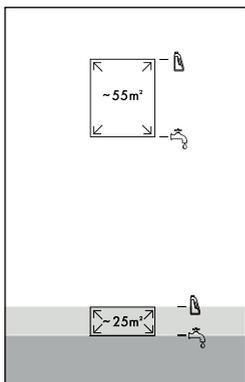

Fig. 8
- ◆ Pour de petites surfaces  (jusqu'à 25 m²), remplissez de l'eau du robinet ou de l'eau distillée jusqu'au premier repère de niveau de remplissage  dans le réservoir d'eau fraîche ❶ (voir fig. 8).
- ◆ Pour de petites surfaces  (jusqu'à 25 m²), remplissez du produit de nettoyage jusqu'au second repère de niveau de remplissage  dans le réservoir d'eau fraîche ❶ (voir fig. 8).